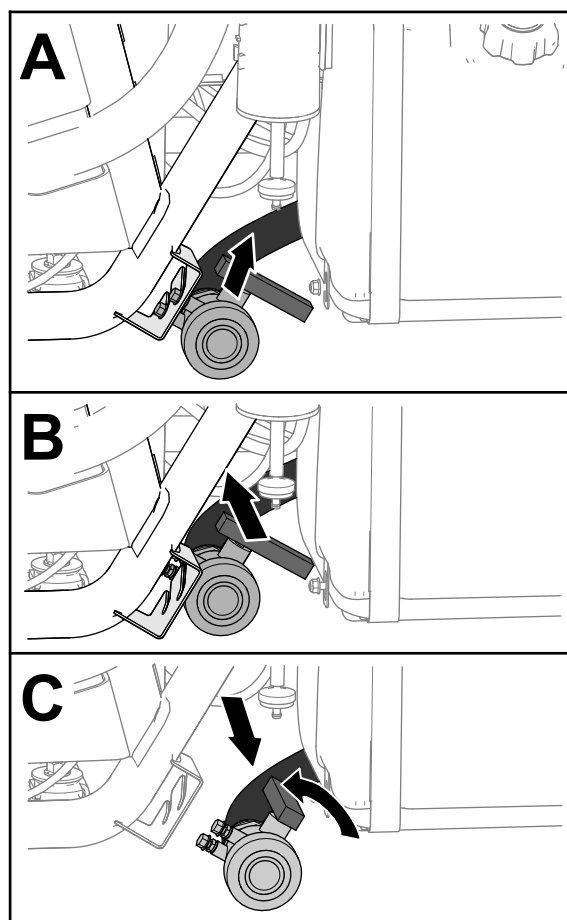

Figure 28
2. Localisez le robinet de vidange de la cuve sur le côté gauche de la machine, devant le réservoir de carburant (Figure 28).
3. Soulevez le robinet et déplacez-le vers l'intérieur jusqu'à ce que les goujons de montage soient dégagés des fentes dans le support du robinet, puis déplacez le robinet vers l'arrière (Figure 28).
4. Alignez l'extrémité du robinet sur le bac de vidange et tournez la poignée dans le sens antihoraire à la position ouverte (Figure 28).
5. Une fois la cuve complètement vide, tournez la poignée du robinet de vidange à la position fermée et replacez le robinet sur son support (Figure 28).